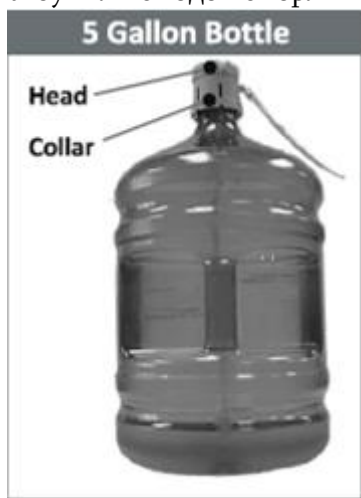

Рис.3 Установка сифона на бутылку с водой
4. Поместите трубку сифона в бутылку и наденьте хомут сифона (рис.3) на горлышко бутылки до щелчка.